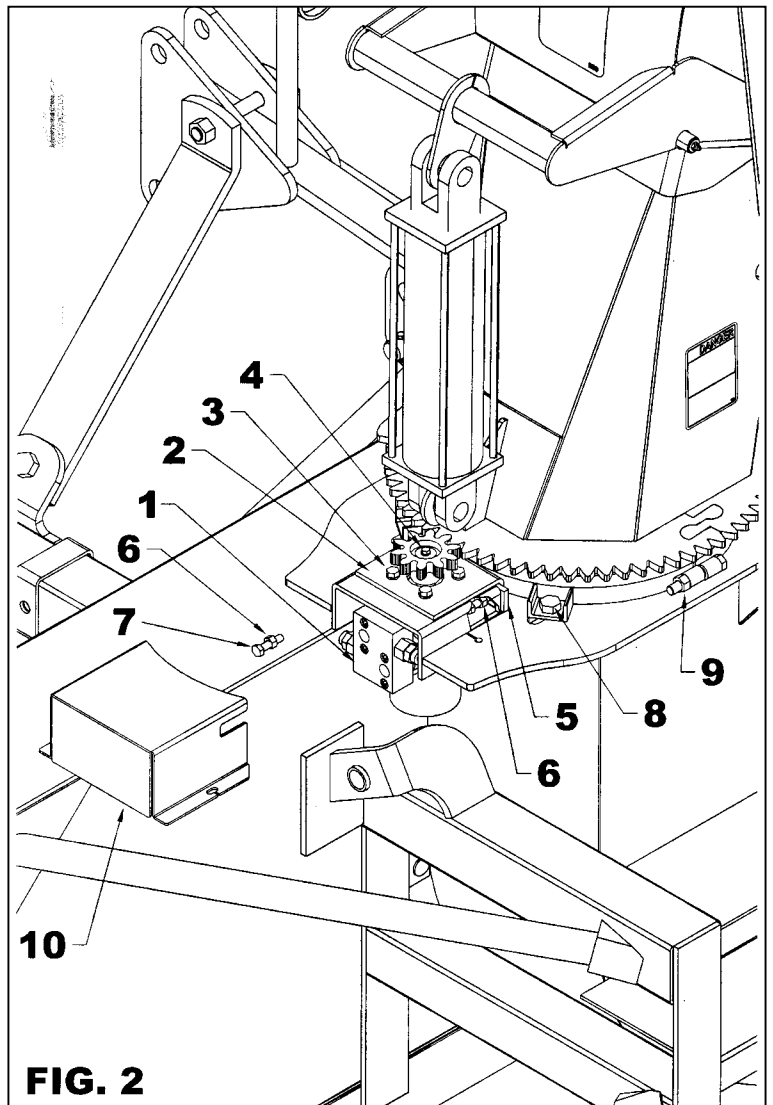

FIG. 2
3. **Figure 2:** Réinstaller le moteur (item 1) en plaçant la nouvelle plaque d'ancrage (item 2) par-dessus tel qu'illustré. Fixer avec quatre boulons hex. 3/8"NC x 1" lg (item 3) et rondelles de blocage. Serrer les boulons à la main.
4. **Figure 2:** Réinstaller l'engrenage avec la clé, le boulon (item 4) et les rondelles conservés précédemment. Serrer le boulon selon la table de spécification des couples incluse dans votre manuel de souffleuse à neige.
5. **Figure 2:** Insérer le fer plat d'ancrage (item 5) entre la plaque d'ancrage (item 2) et le support de moteur tel qu'illustré. Visser les écrous 3/8NC (item 6) au maximum sur les deux boulons 3/8"NC x 1 1/2" lg (item 7). Installer ces deux boulons (item 7) en les vissant dans le fer plat d'ancrage (item 5).
6. **Figure 2:** Ajuster la distance entre l'engrenage de la chute et celle du moteur en suivant cette procédure:
- A- Déserrer légèrement les deux boulons (item 8) qui maintiennent la plaque de retenue.
- B- Visser les deux écrous (item 8) simultanément jusqu'à ce que la distance entre les plaques de retenue et le contour de la chute soit égale.
- C- Resserrer les boulons (item 8) selon la table de spécification des couples incluse dans votre manuel.
- D- Ajuster les engrenages à une distance de 1/32" à 1/16" en vissant les deux boulons (item 7). Verrouiller l'ajustement en vous servant des écrous (item 6) en les déplaçant contre le fer plat d'ancrage (item 5). Serrer les quatre boulons (item 3) selon la table de spécification des couples incluse dans votre manuel.